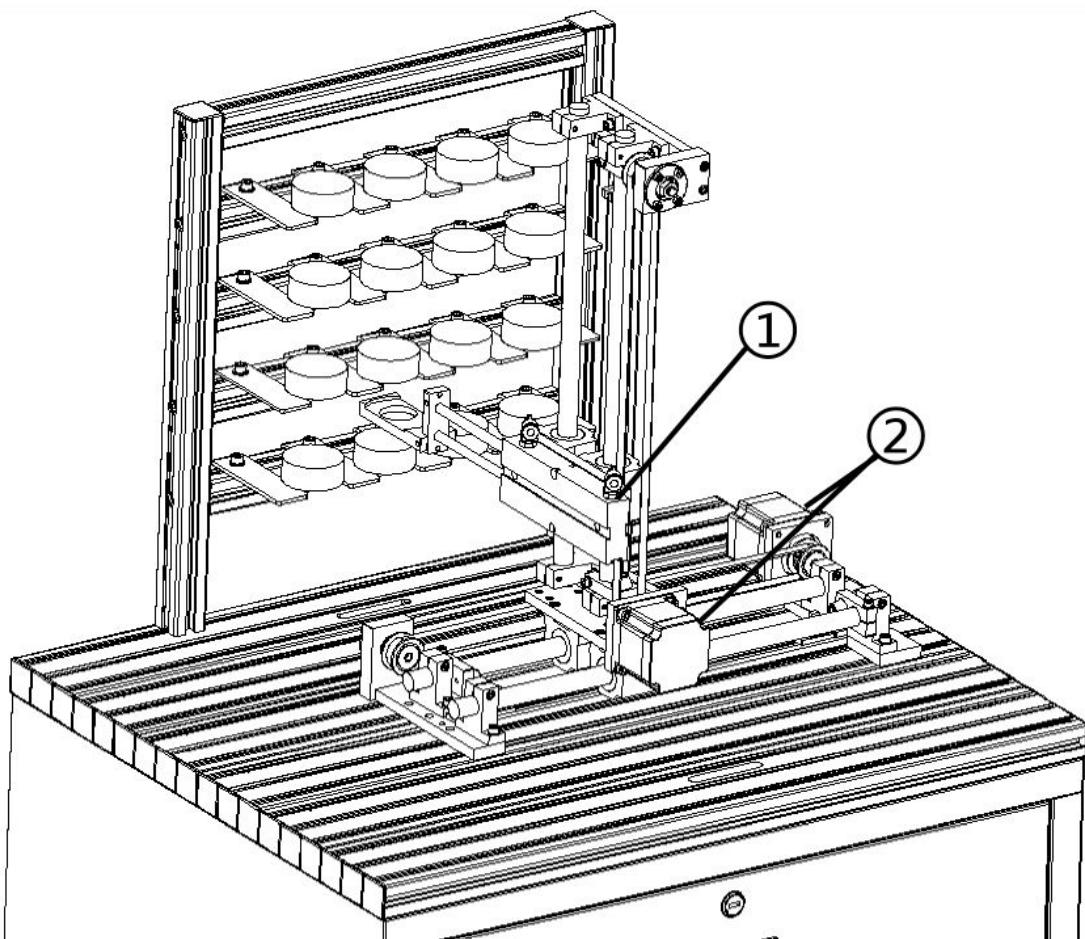

图 1.10 三号台—立体仓库结构
如图 1.10 所示，三号台立体仓库部分①是一个双向气缸控制气缸连接末端的物料槽向前推送物料。②是两个步进电机控制物料槽的二维运动。